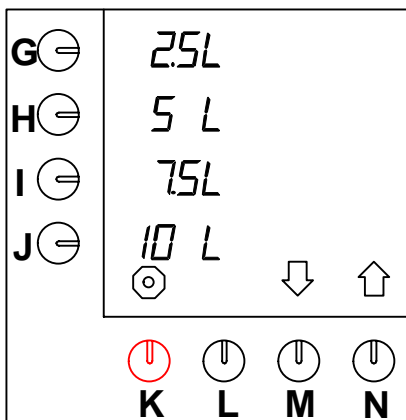

Abb. 23 Serienmäßige Vorwahl der Tasten
Das Gerät ist serienmäßig auf die Einheit L (= Liter) eingestellt. Sie können die Einheit ändern. (Diese Einheit steht serienmäßig im Display bei den Vorwahltasten (Abb.23)).
- Drücken Sie auf die Wahl Taste (N.) \uparrow , bis Abb.23 im Display erscheint.